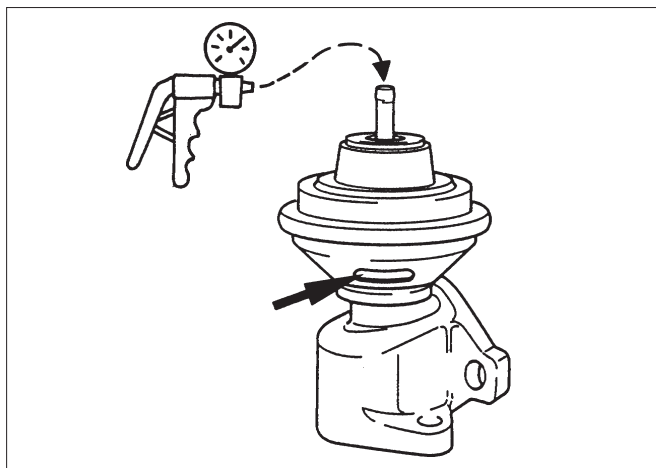

Abb. 9
Dichtheit prüfen, Abb. 9
- Handunterdruckpumpe gemäß Abb. 9 anschließen und eine Druckdifferenz von ca. 300 mbar herstellen.
Funktion prüfen, Abb. 9
- Handunterdruckpumpe gemäß Abb. 9 anschließen und betätigen, das Ventil muß öffnen, der Stößel bewegt sich in Richtung Unterdruckanschluß; sichtbar am Fenster (Pfeil, Abb. 9) des Ventils.